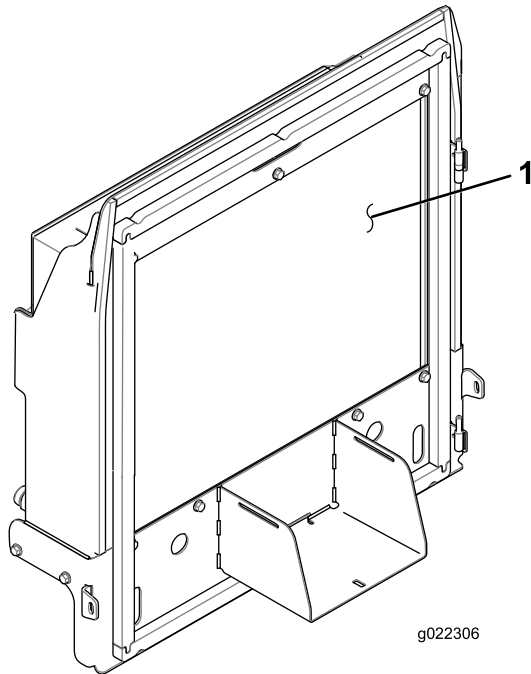

Figure 63
4. Nettoyez soigneusement les deux côtés du radiateur et du refroidisseur d'huile (Figure 63) à l'air comprimé.